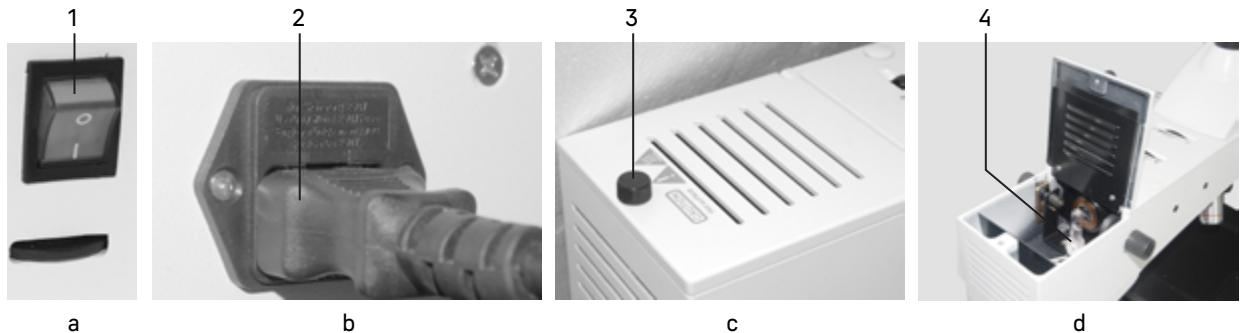

Рис. 18. Замена лампы
- Ослабьте крепежный винт 3 и откройте крышку корпуса насадки, как показано на рис. 18 с, д;